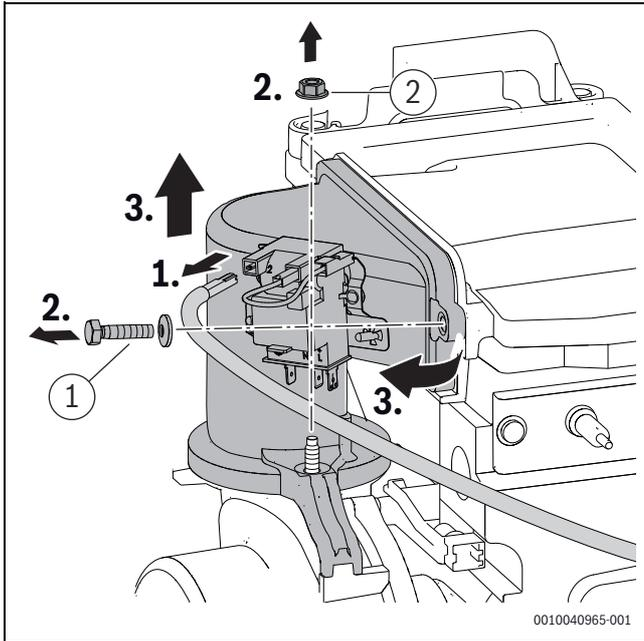

Bild 18 Mischeinrichtung ausbauen
- ▶ Schraube und Mutter ([1] und [2], Bild 18) an der Mischeinrichtung mit 5,5+0,5 Nm festziehen.